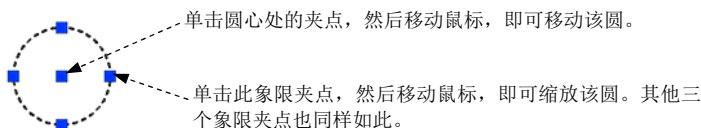

图 6.6.6 通过夹点直接编辑圆对象
- **圆对象**: 使用圆对象上的夹点, 可以实现对圆的缩放和移动, 如图 6.6.6 所示。